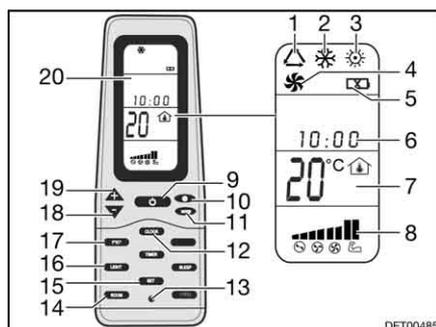

Fig. 150 Mando a distancia
- Pulsar la tecla ON/OFF (Fig. 150,9).
- Pulsar la tecla "Mode" (Fig. 150,11) las veces que sean necesarias hasta que se visualice el modo de funcionamiento deseado (Fig. 150,1, 2, 3 ó 4) en el display (Fig. 150,20).
- Ajustar la temperatura deseada con las teclas "+" (Fig. 150,19) y "-" (Fig. 150,18).
- Seleccionar la etapa deseada del ventilador con la tecla Velocidad del ventilador (Fig. 150,10).
Desconectar: ■ Pulsar la tecla ON/OFF (Fig. 150,9).